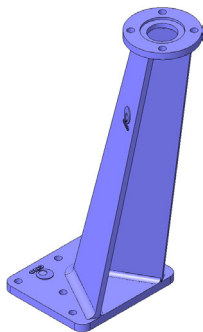

Fig.6
- Columna de maniobra inclinada (fig. 6)